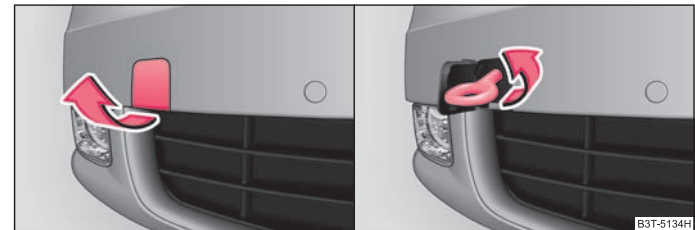

Abb. 203 Vordere Stoßfänger: Ausbau der Abdeckung / Einbau der Abschleppöse
- Nehmen Sie die Abdeckung aus dem vorderen Stoßfänger heraus ⇒ **Abb. 203** - links.
- Schrauben Sie die Abschleppöse nach links bis zum Anschlag ein ⇒ **Abb. 203** - rechts und ziehen Sie diese so fest wie möglich an. Für das Festziehen empfehlen wir z. B. den Radschlüssel*, die Verzurröse eines anderen Fahrzeugs oder einen ähnlichen Gegenstand zu verwenden, den Sie durch die Öse stecken können.